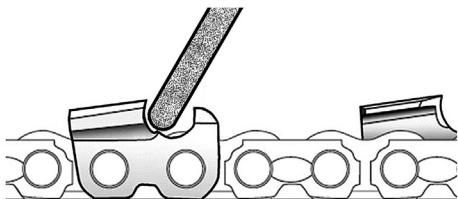

Рис. 15 Положение заточного диска относительно режущего зуба
1. Не включая электродвигатель, возьмитесь за рукоятку управления. Затем плавно опустите заточкой диск и переместите цепь так, чтобы заточкой диск попал в выемку зуба и уперся в нее (Рис. 15, 17 п.1).